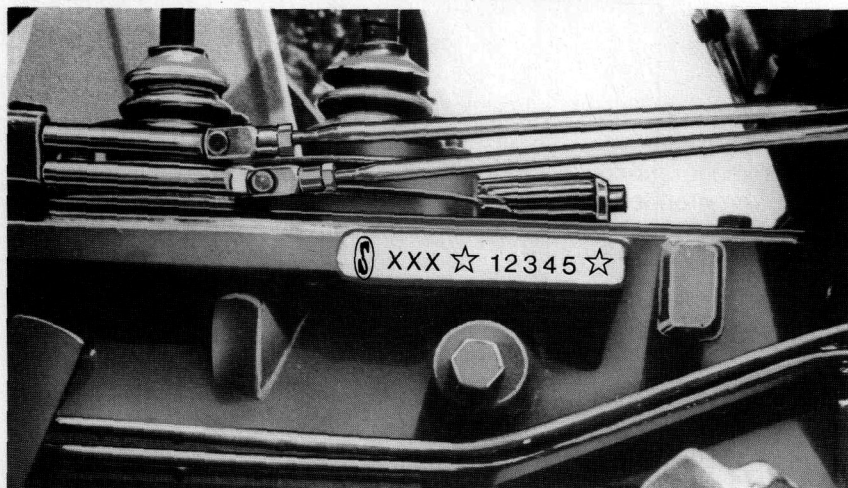

Fig. 1
1. numéro de matricule du tracteur (fig. 1), positionné sur le côté droit de la boîte de vitesses au dessous de la cabine.